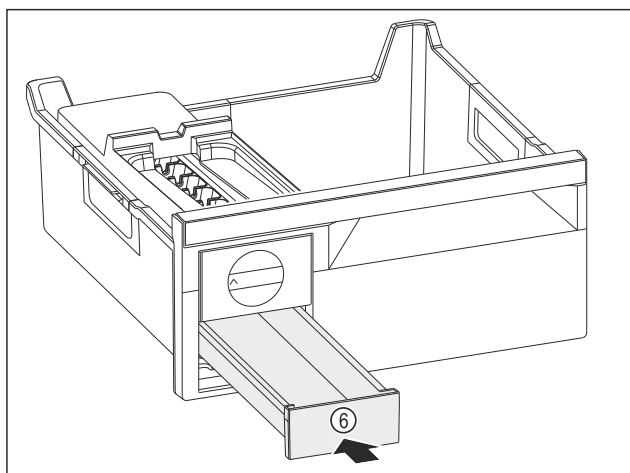

Fig. 84
- ▶ Wsunąć szufladę na kostki lodu Fig. 84 (6).